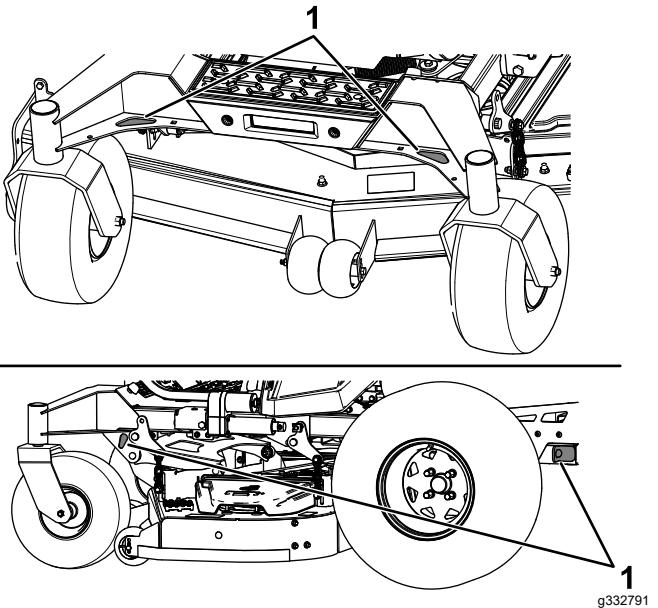

Figura 42
6. Amarre la máquina junto a las ruedas giratorias delanteras y el bastidor trasero con correas, cadenas, cables o cuerdas (Figura 42). Consulte la normativa local respecto a los requisitos de amarre.